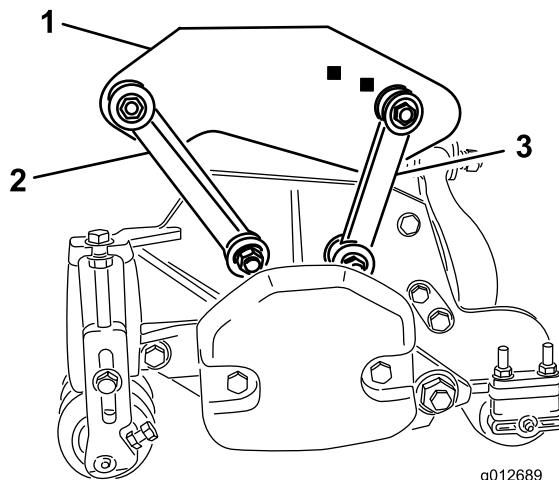

Рисунок 19
- Прикрепите передние монтажные тяги к отверстиям несущих рам с помощью болтов (3/8 x 2-1/4 дюйма), двух плоских шайб и контргаяк, как показано на Рисунок 19. Во время монтажа установите с каждой стороны